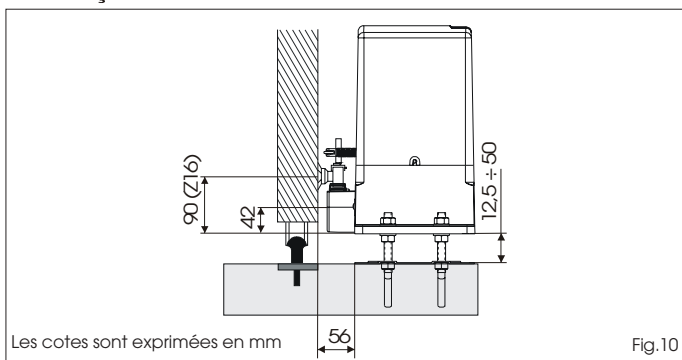

Fig.10
- 3- Régler la hauteur du motoréducteur et la distance du portail en se reportant aux cotes de la Fig. 10.